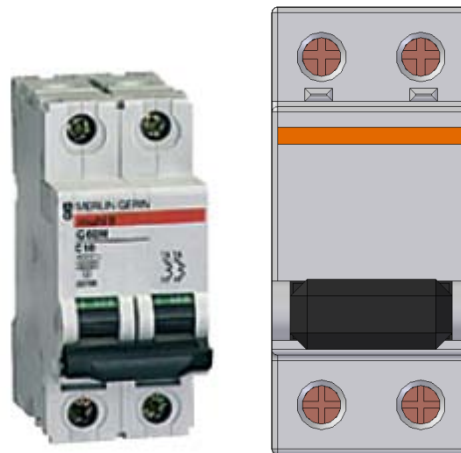

Figura 90. (a) Breaker Bipolar, (b) Diseño en Solid Edge [11]
- e. Breaker bipolar.** Interruptor de protección contra sobrecargas y/o cortocircuitos implementado para proteger las dos fases empleadas para la alimentación de la fuente SITOP modular. (Ver figura 90)